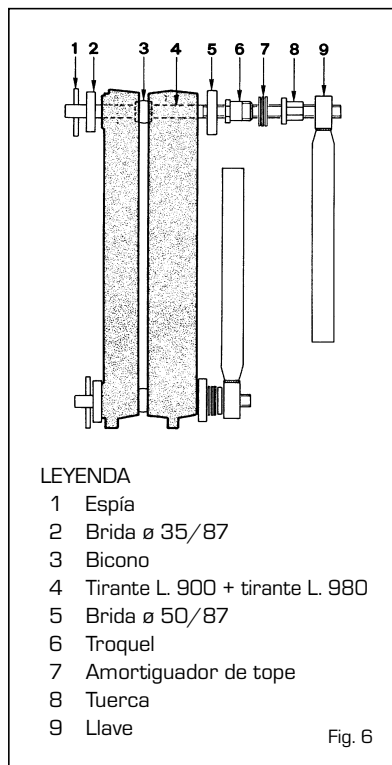

Fig. 6
- Ensamblar los elementos con el apósito kit formado por una pareja de tirantes para el ensamblaje con los relativos accesorios cód. 6050900 (fig. 6) aplicando la presión simultáneamente sobre el bicono superior y sobre el inferior.